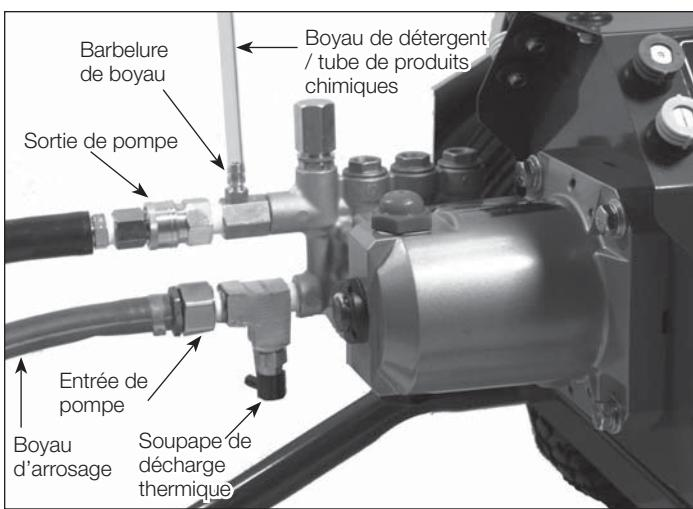

Figure 7 - Raccord de pompe
- Fixez le tuyau d'arrosage (non inclus) au raccord d'entrée de la pompe (voir Figure 7).